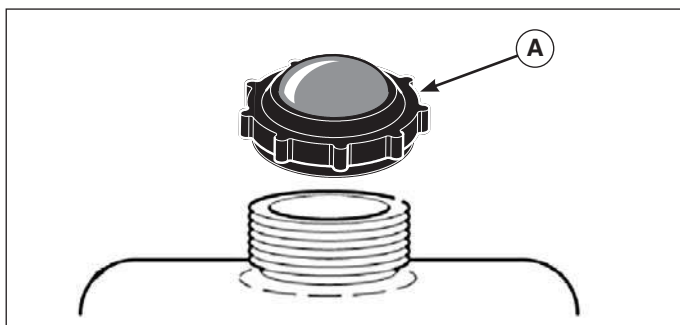

Figura 6
1. Limpie el área de la tapa de combustible de polvo y desechos. Retire la tapa de combustible (A, Figura 6).